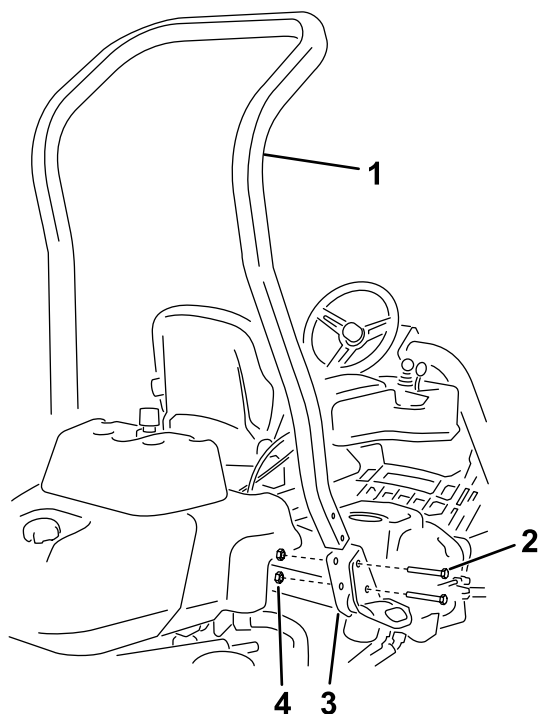

Figura 3
3. Utilice 4 pernos ($\frac{1}{2}$ " x $3\frac{3}{4}$ " y 4 tuercas con arandela prensada ($\frac{1}{2}$ " para instalar la barra antivuelco en los soportes del ROPS en cada lado de la máquina, como se muestra en la Figura 3.